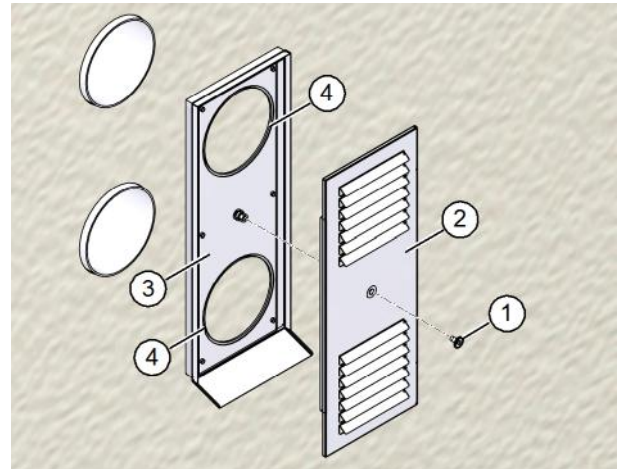

Abb. 18: Abdeckung entfernen
- ▶ Entfernen Sie mit einem Innensechskantschlüssel, Größe 4, die Innensechskantschraube (Pos. 1 in Abb. 18) über der Abdeckung (Pos. 2 in Abb. 18) und heben Sie die Abdeckung von der Grundplatte (Pos. 3 in Abb. 18) ab.
- ▶ Streichen Sie die 4 mm breiten Dichtflächen (Pos. 4 in Abb. 18) an der Innenseite vollständig mit Vaseline ein.